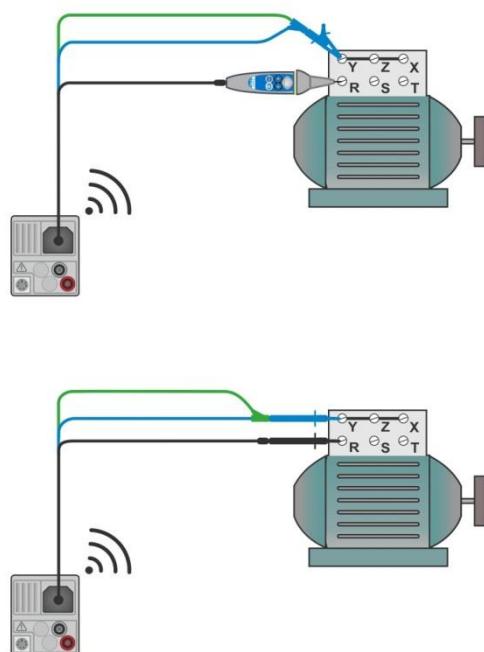

Figura 7.18: Aplicaciones de la punta commander y la punta de prueba de tres hilos
- Conecte las puntas de prueba al objeto a prueba (vea la **Figura 7.18**).